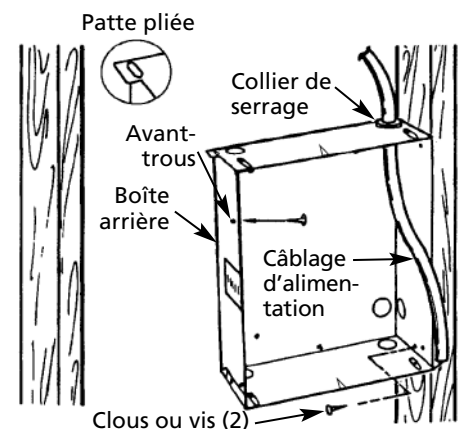

Figure 2
- Déterminer le côté de la boîte arrière à monter contre un montant et plier les pattes des coins arrière à 90 degrés pour que la boîte arrière soit à angle droit avec le montant après l'installation, (voir la Figure 2).
- Placer la boîte arrière contre les montants et fixer solidement avec des clous ou des vis, comme il est illustré sur la Figure 2.
**REMARQUE :** Les avant-trous pour une vis à tôle n° 8 ont été percés dans les côtés de la boîte arrière. Après le montage du mur fini ou du plafond, passer une vis à tôle n° 8 (m4) (25 mm [1 po] de long recommandée) à travers la paroi latérale de la boîte qui n'est pas fixée sur le montant. Ceci permettra d'éviter que la boîte arrière ne ressorte lors de l'installation du radiateur. (Voir la Figure 2, page 2)